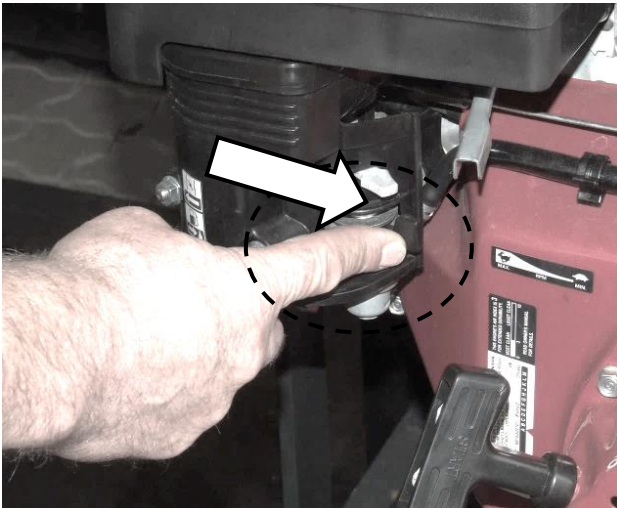

Abb. 2
- Kraftstoffhahn u. Choke öffnen (Abb. 2)